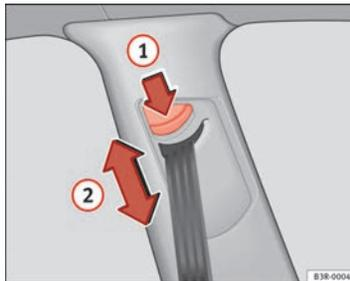

Abb. 16 Gurthöheneinstellung (Umlenkbeschlag)
- Drücken Sie die Taste ⇒ Abb. 16 ① der Gurthöhenverstellung.
- Verschieben Sie den Umlenkbeschlag nach oben bzw. unten, bis der Schultergurtteil ungefähr über die Schultermitte – **keinesfalls über den Hals** – verläuft ⇒ Abb. 16 ②, ⇒  in Gurtbandverlauf auf Seite 25.